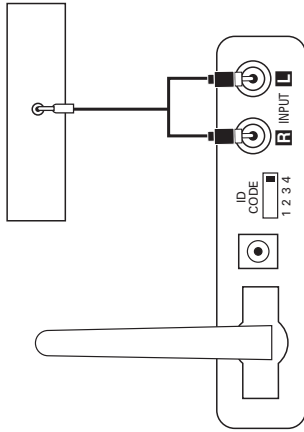

Figure 5.
Étape 1. Branchez le câble RCA – prise mini jack 3,5 mm (inclus) entre la sortie préamplifiée, la sortie ligne ou la sortie casque de votre lecteur audio portable et les entrées du module de transmission ④, comme indiqué sur la Figure 5.